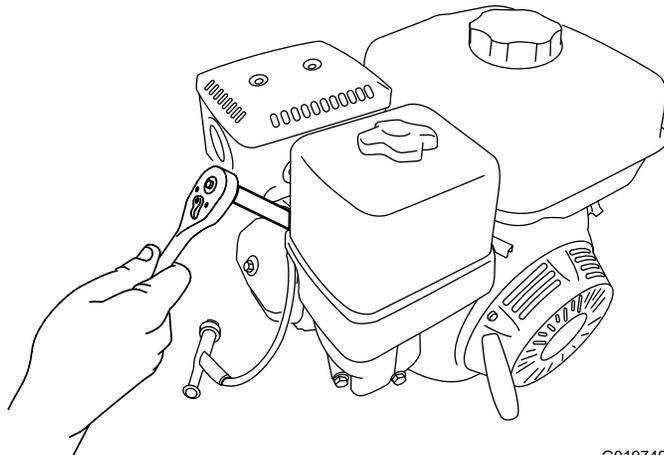

Figura 47
- Gire la bujía en sentido antihorario usando una llave para bujías de 21 mm (13/16") para desmontar la bujía y la junta (Figura 47).
2. Gire la bujía en sentido horario usando una llave para bujías de 21 mm (13/16") hasta que la bujía y la junta estén asentadas (Figura 47).